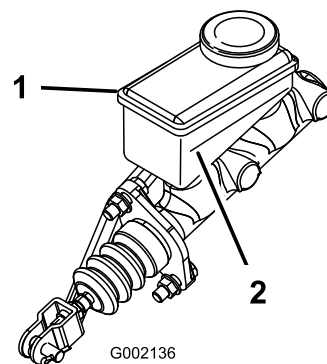

**Рисунок 13**
2. Снимите резиновую заглушку в центре и в верхней части приборной панели, чтобы получить доступ к главному тормозному цилиндру и бачку (Рисунок 13).
- A. Очистите область вокруг крышки бачка и снимите крышку (Рисунок 13).
С. Установите на место крышку бака (Рисунок 13).